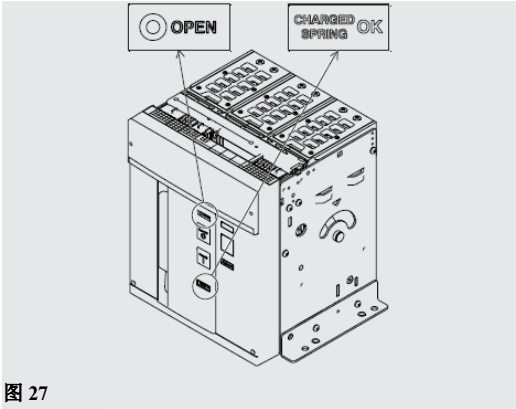

图 27
- 3. 确保断路器处于分闸状态（分闸/合闸指示器显示“O-OPEN”），并确保弹簧已储能（弹簧状态指示器显示“yellow-CHARGED SPRING”），如图 27 所示。